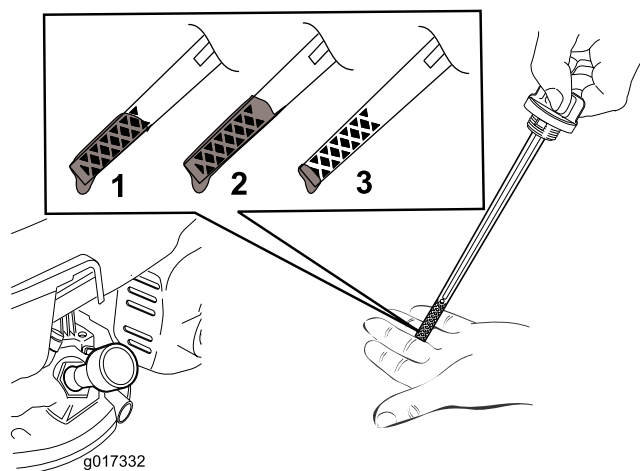

图 12
- 逆时针旋转并拉出量油尺盖取出量油尺图 12。
- 查看量油尺上的油位图 12。
- 如果量油尺上的油位过低图 12 请小心地将少量 API 系列等级 SJ 或更高的多级矿物油 SAE
- 如果量油尺上的油位过高图 12 请将多余的油拔出直至量油尺上的油位达到正确水平请参阅 更换机油 \(页码 14\)。